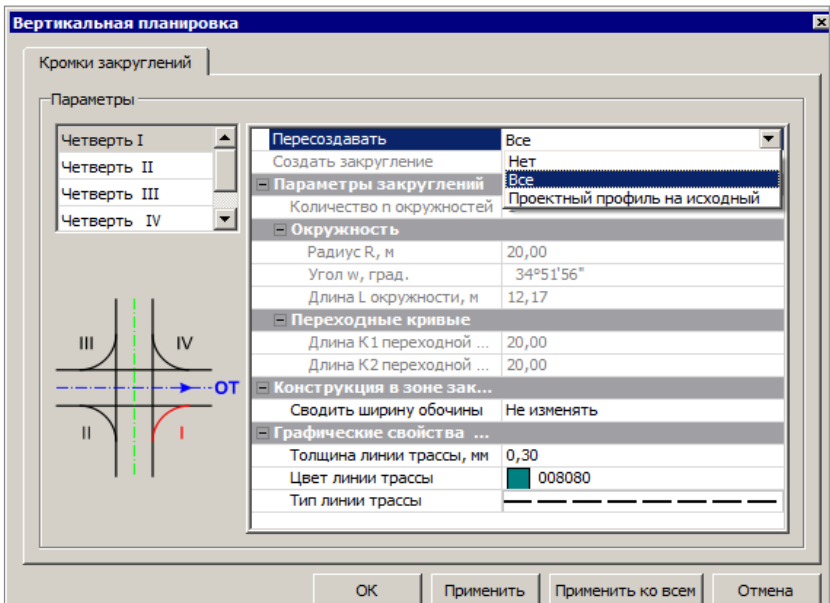

Рис. 26.53
II. После выбора команды **Вертикальная планировка** открываем одноименный диалог и применяем одну из настроек в строке **Пересоздать** для выбранной четверти (рис. 26.53).
- Если выбрано значение *Проектный профиль на исходный* (рис. 26.53), то профиль по кромке закругления, изменённый в окне продольного профиля или при помощи команды **Изменить профиль кромки закругления**, будет восстановлен в данной четверти как при первичном создании вертикальной планировки – в виде сплайна с гладким сопряжением кромок (без изломов).